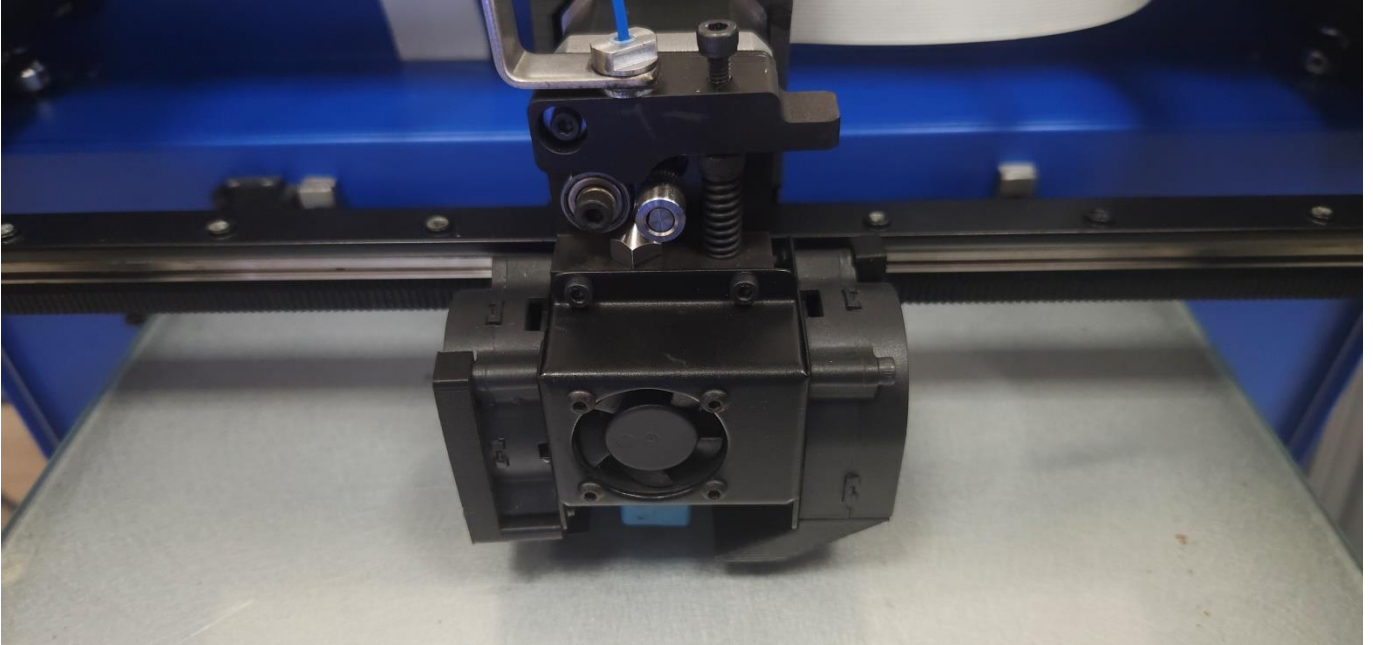
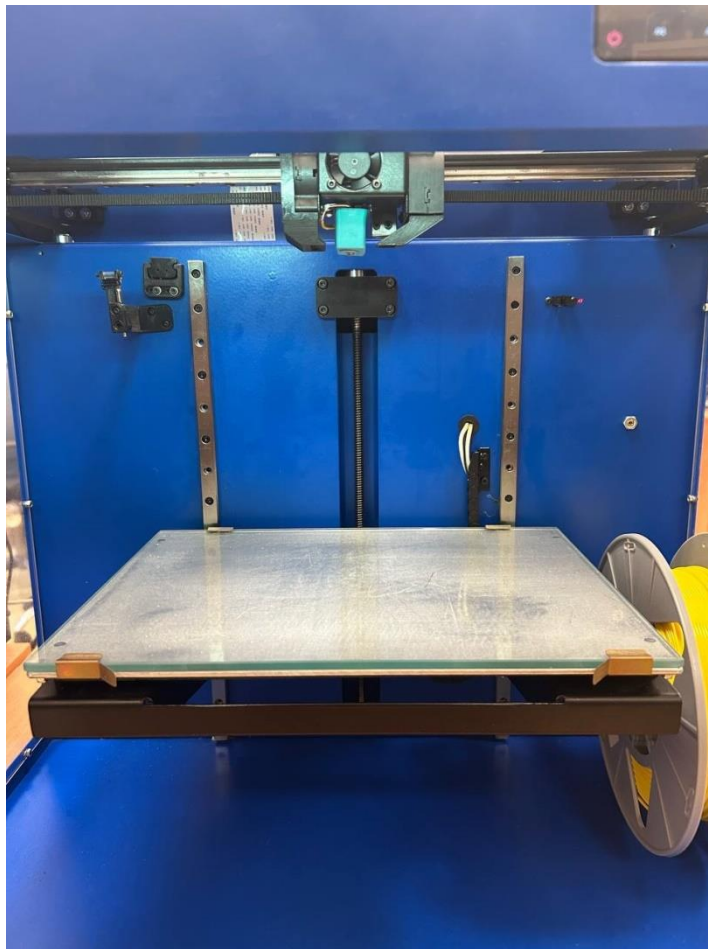

Рисунок 1 — Положение экструдера в центре рабочей зоны
Рисунок 2 — Положение стола
1. Для удобства работы расположите экструдер посередине рабочей зоны (рисунок 1) и опустите стол вниз на середину рабочей высоты или ниже (рисунок 2).